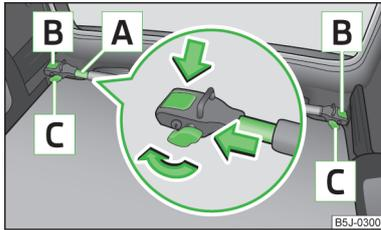

Abb. 73
- › Die Sicherungsschrauben C » Abb. 73 lösen und etwas herausziehen, dadurch werden die Halterungen B entriegelt.